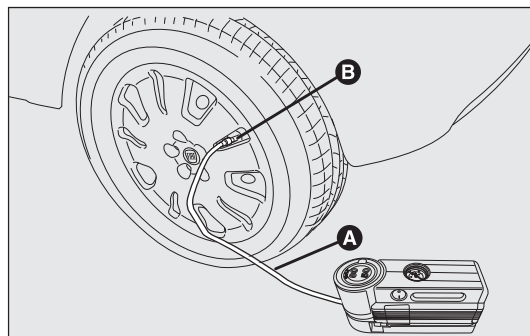

fig. 143
- ☐ Accione el freno de mano. Desenrosque el capuchón de la válvula del neumático, saque el tubo transparente de llenado A-fig. 143 y enrosque la corona B en la válvula del neumático;